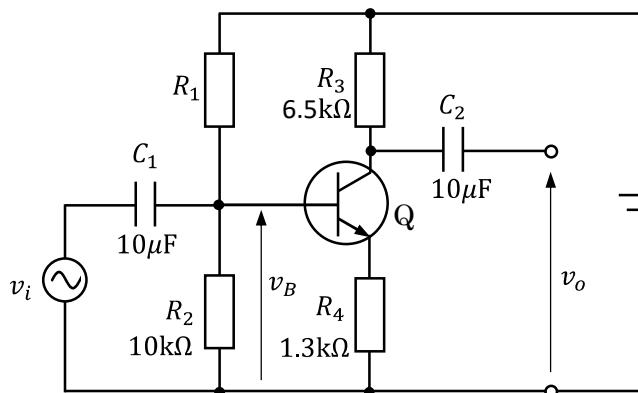

図2-1
設問1 図2-1はトランジスタを用いた増幅回路である。この回路について以下の(1)～(4)の記述の(①)～(④)にあてはまる最も適切なものを解答群からそれぞれ一つずつ選び、記号ア～エで答えなさい。ただし、トランジスタの h_{FE} (直流電流増幅率)は100、 V_{BE} は0.7Vとする。